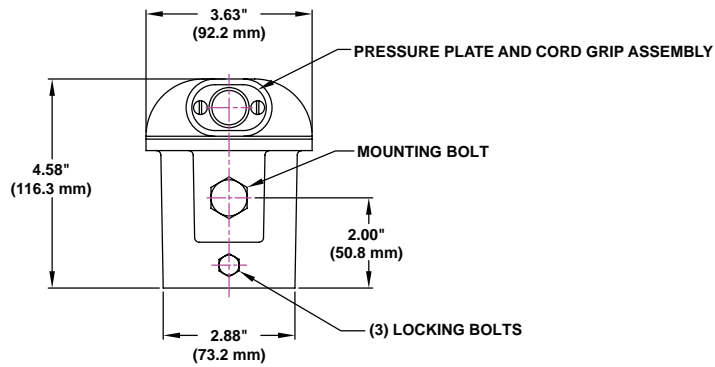

Figure 8: Dispositif d'insertion pour tête de poteau (P/N: G-SF20)
1. Desserrez les deux vis de la plaque de pression pour l'entrée du cordon/câble. Voir Figure 8.
Voir Figures 8 et 9.